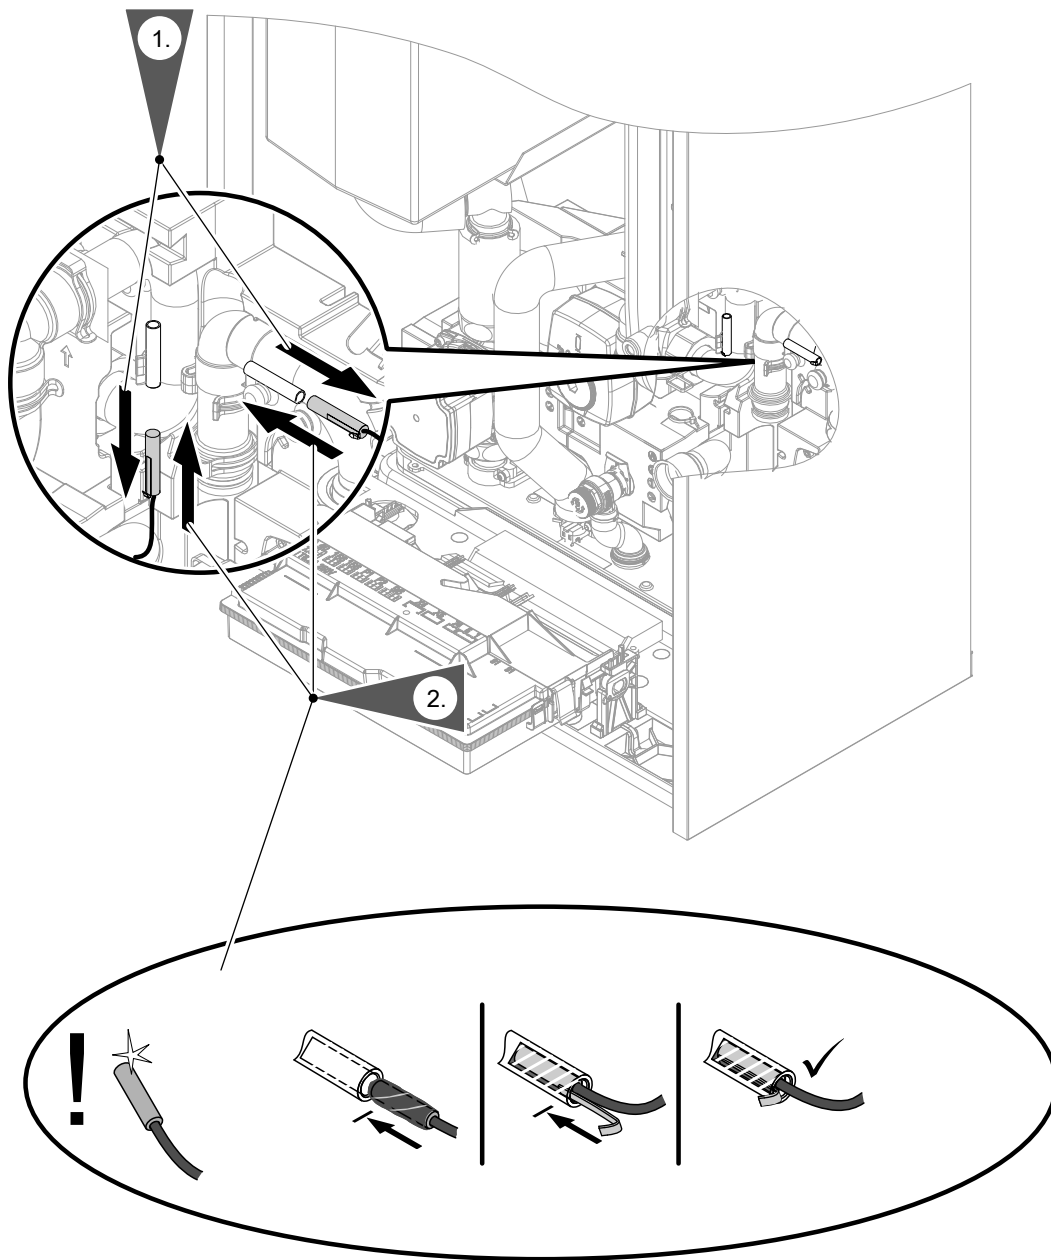

Abb. 107
- Temperatursensoren Sekundärkreis: Siehe Abb. 107 und 108.